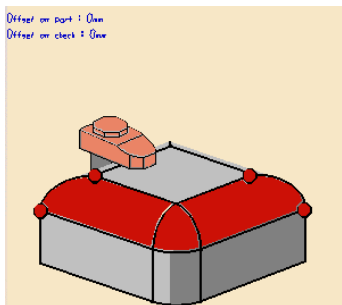

图 4-94 定义加工区域 (3)
- 定义加工区域 (3)。单击“Isoparametric Machining.1”对话框中的，切换到几何参数选项卡，单击对话框中的加工曲面感应区，选择叶片所有表面作为加工对象，如图 4-94 所示，在空白处双击鼠标左键返回。